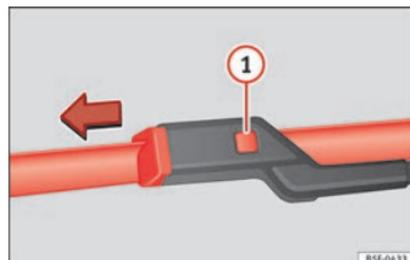

Fig. 171 Remplacement du balai d'essuie-glace avant.
- Appuyez sur le bouton de sécurité ① » » fig. 171.